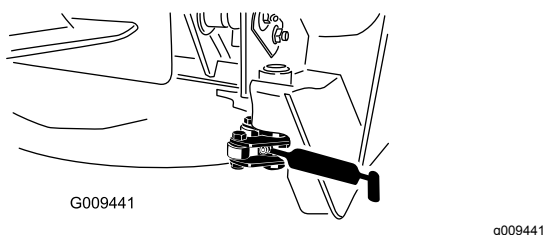

**Figura 78**
**Nota:** Può essere necessario far scattare manualmente i fermi per accedere agli ingrassatori (Figura 78). Utilizzate un piede di porco per chiudere e aprire il fermo.